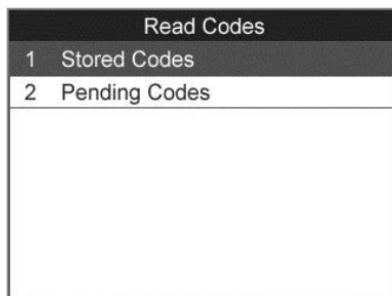

Figura 5.4
- 2) Use el botón de desplazamiento ARRIBA/ABAJO para seleccionar **Códigos Almacenados** o **Códigos Pendientes** desde el menú **Leer Códigos** y presione el botón **OK**. (Figura 5.4)